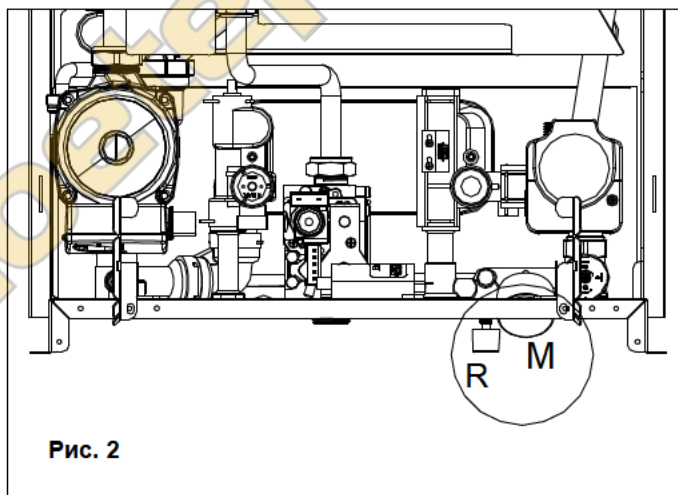
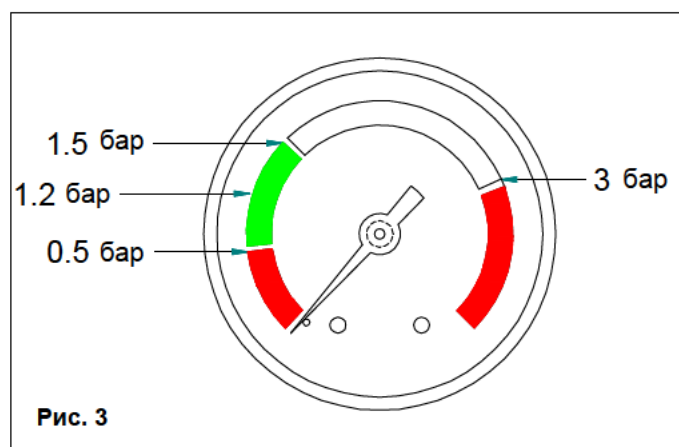

Рис. 2
Рис. 3
- Откройте кран подпитки **R** (рис. 2).
- С помощью манометра **M** (рис. 2) убедитесь в том, что давление в системе достигает половины зеленого сектора (1,2 бар, см. рис. 3), и что на дисплее панели управления не отображается код H2O.